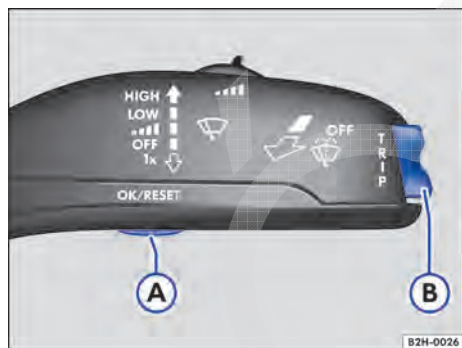

Fig. 14 Veículos sem volante multifunções: botão (A) na alavanca dos limpadores do para-brisa para confirmar itens de menu e chave (B) para trocar menus.
- Caso uma mensagem ou o pictograma de veículo sejam exibidos, pressionar o botão ⇒ Fig. 14 (A) da alavanca dos limpadores do para-brisa ou o botão  do volante multifunções ⇒ Fig. 15.
- *No comando com a alavanca dos limpadores do para-brisa:* para listar o menu principal ⇒ Página 27 ou para retornar de outro menu para o menu principal, manter a chave ⇒ Fig. 14 (B) pressionada.
- Pressionar a chave ⇒ Fig. 14 (B) da alavanca dos limpadores do para-brisa para cima ou para baixo ou pressionar os botões de seta (Δ) ou (▽) do volante multifunções até que o item de menu desejado esteja selecionado.
- Selecionar ou confirmar a seleção com o botão ⇒ Fig. 14 (A) na alavanca dos limpadores do para-brisa ou o botão (OK) no volante multifunções.